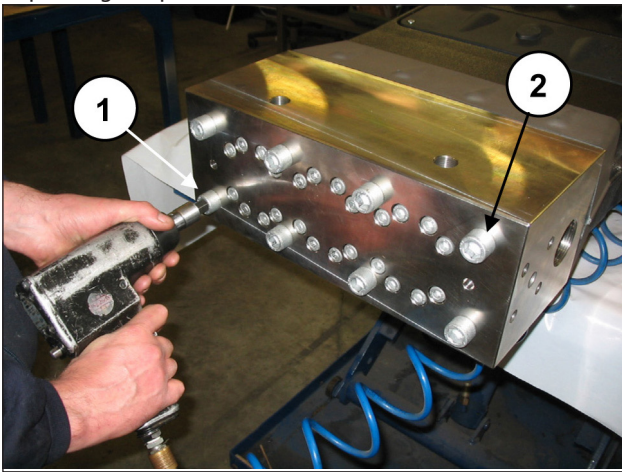
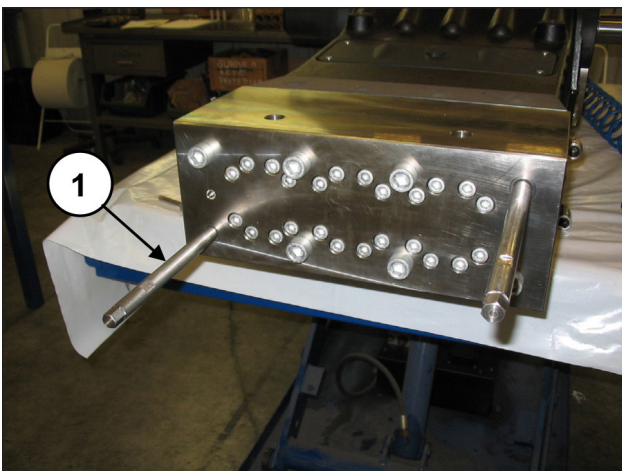

Fig. 95
Fig. 96
Dévisser deux vis de fixation de la tête M16x320 diamétralement opposées (rep. ① et ②, Fig. 95) et les remplacer par deux goujons de service (réf. 27540200) (rep. ①, Fig. 96) puis enlever les autres vis.